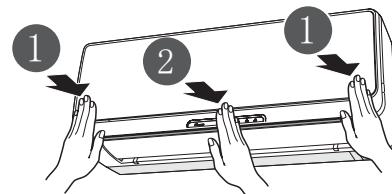

图7
3. 按压面板左右两处直到听到“咔嗒”声，最后按压中央部直到听到“咔嗒”声。（如图7）